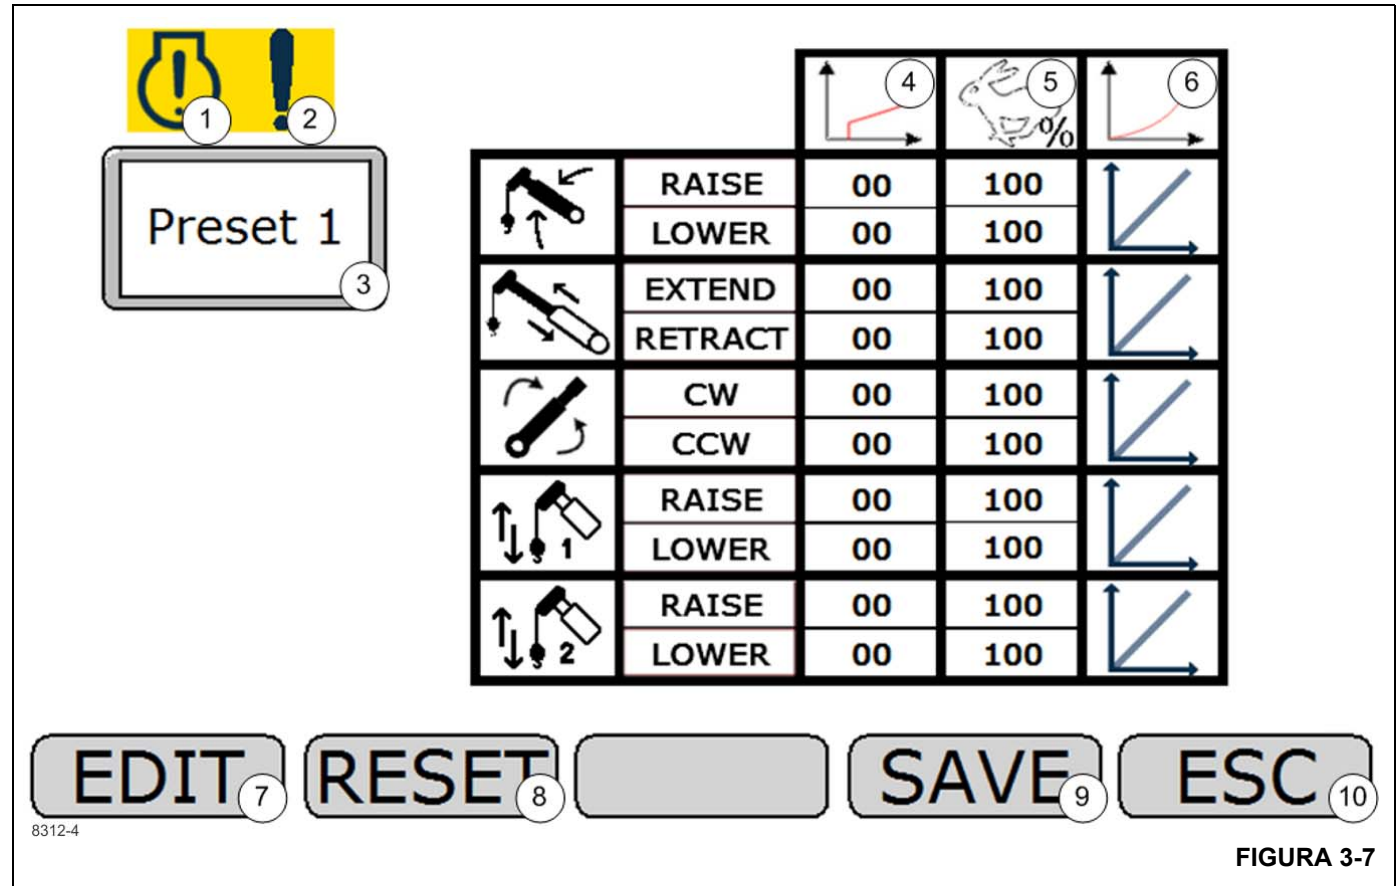

FIGURA 3-7
Vista 1 de modificación de preajustes (Figura 3-7)
Indicador de falla de motor activa (1) (Figura 3-7)